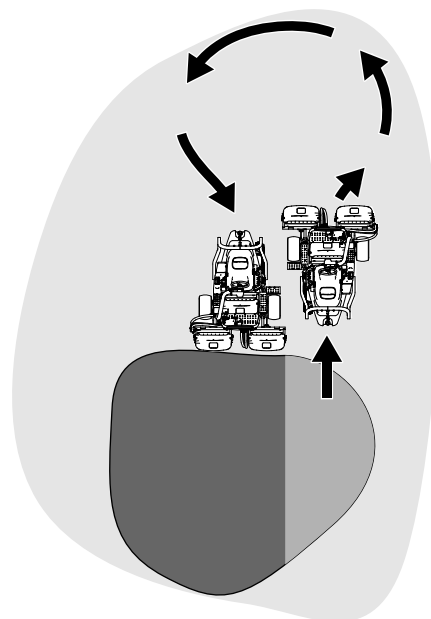

图 24
6. 要缩短下一趟剪草的操作时间并方便剪出直线应轻轻朝相反方向转动机器然后再转向未剪部分。此动作是一个泪滴状的转弯图 24 可将机器快速对齐进行下一趟剪草。